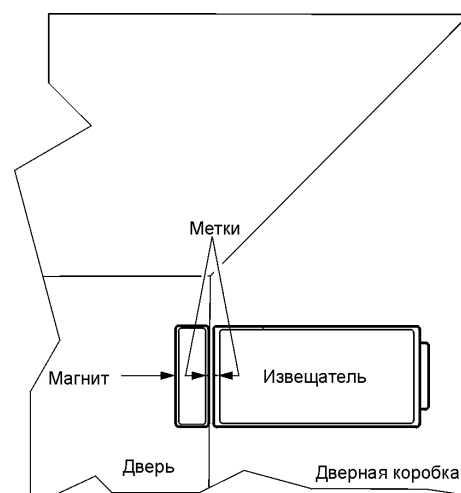

Рис. 1. Место установки извещателя.
- Устанавливайте извещатель на дверной раме, а магнит на двери (см. рис.1). Если дверь двухстворчатая, устанавливайте извещатель на той створке, которая открывается реже, а магнит на другой.